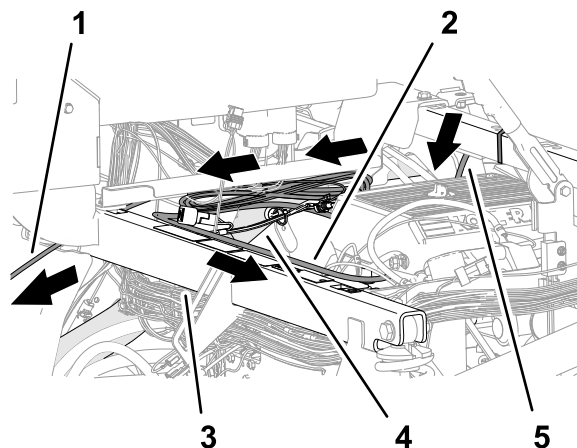

Figure 203
5. Acheminez le faisceau de données et le faisceau de batterie sur la traverse du support de siège et attachez la branche de 390 cm du faisceau de données à la traverse avec 2 serre-câbles (Figure 201 et Figure 203).
6. Acheminez la branche de 220 cm du faisceau de batterie le long du tube de cadre supérieur droit (Figure 203).
7. Acheminez la branche de 220 cm du faisceau de batterie sur le du tube de support amortisseur vers la batterie (Figure 203).
8. Acheminez la branche de 220 cm du faisceau de données (branche dotée du connecteur à 26 douilles) sous la console de commande et vers l'avant en direction de la planche de bord (Figure 203).